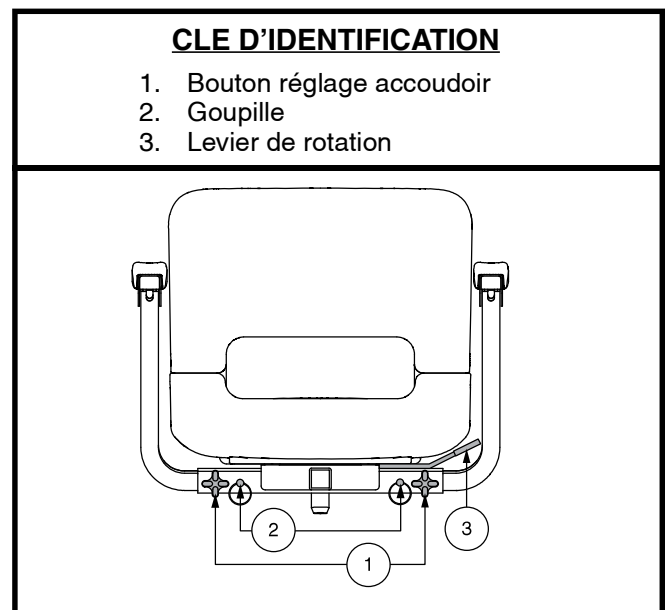

Figure 12. Réglage du siège
1. Desserrez les boutons de réglage. Voir la figure 12.